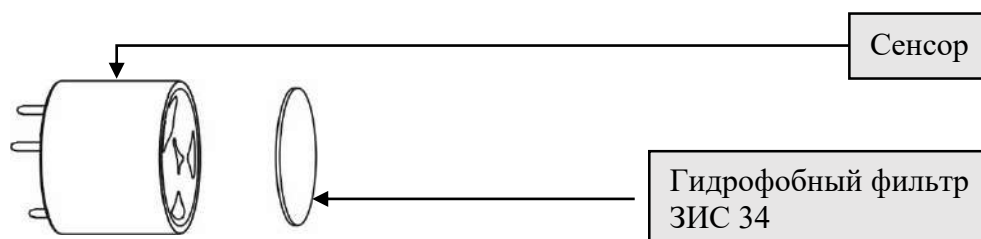

Рисунок 13 - Замена гидрофобного фильтра оптического сенсора
2. С помощью пинцета снять гидрофобный фильтр (рисунок 13);